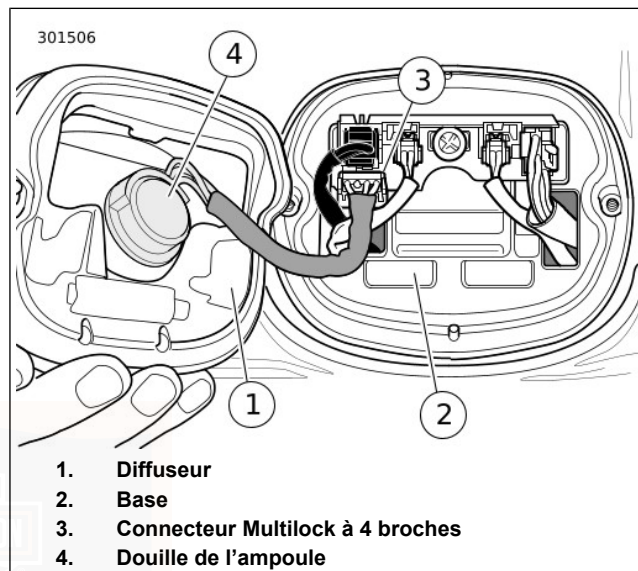

Figure 48. Ensemble du feu arrière
1. Voir Figure 48. S'assurer que l'interrupteur d'allumage est arrêté (OFF).